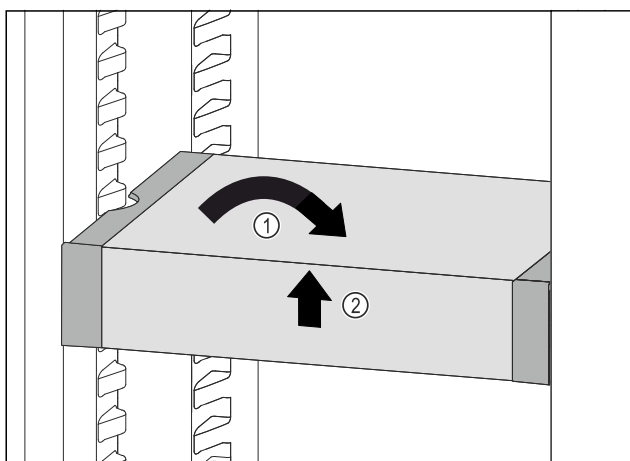

Fig. 123
- Plasser VarioSafe rett. Fig. 123 (1)
- Løft VarioSafe opp i forkant. Fig. 123 (2)